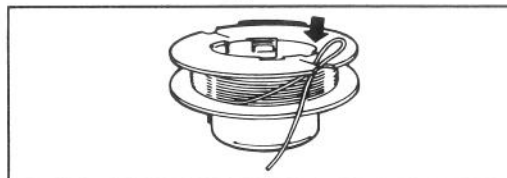

Figure 16
C. Gardez le fil serré sur la bobine en faisant une boucle dans le fil et en le fixant dans l'encoche (Fig. 16).